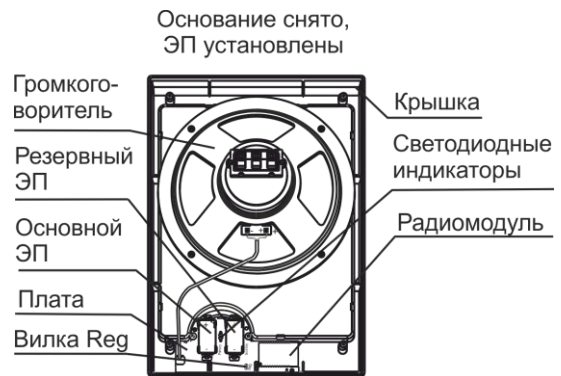

Рисунок 2
**4.1** Конструктивно оповещатель выполнен в виде блока со съемным основанием. Внутри блока находится динамик, печатная плата с радиоэлементами, ЭП (рисунок 2). ЭП установлены